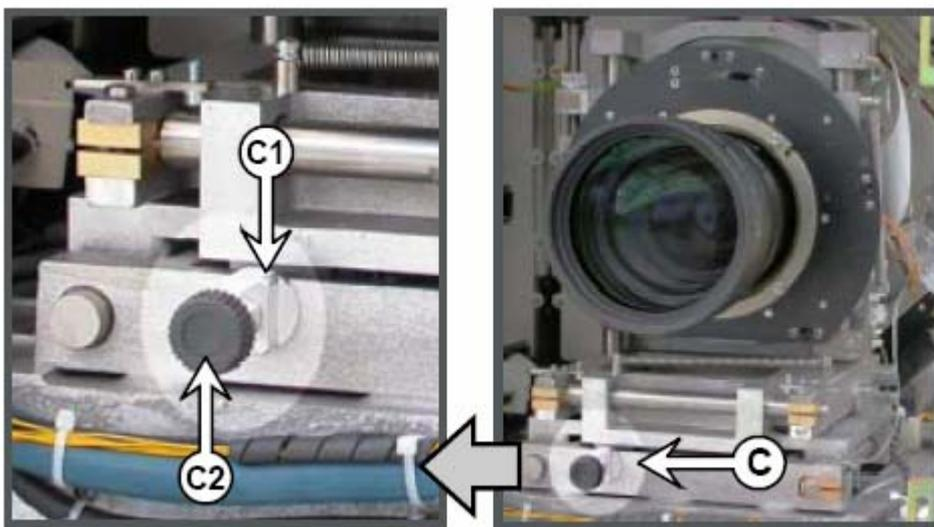

图9-6 焦点调整
焦点调节器正好位于左侧镜头下面（图9-6上的C位置）。拆除最靠近镜头的侧盖，打开镜头防尘套。
1. 拧松固定螺钉C1（图9-6）。